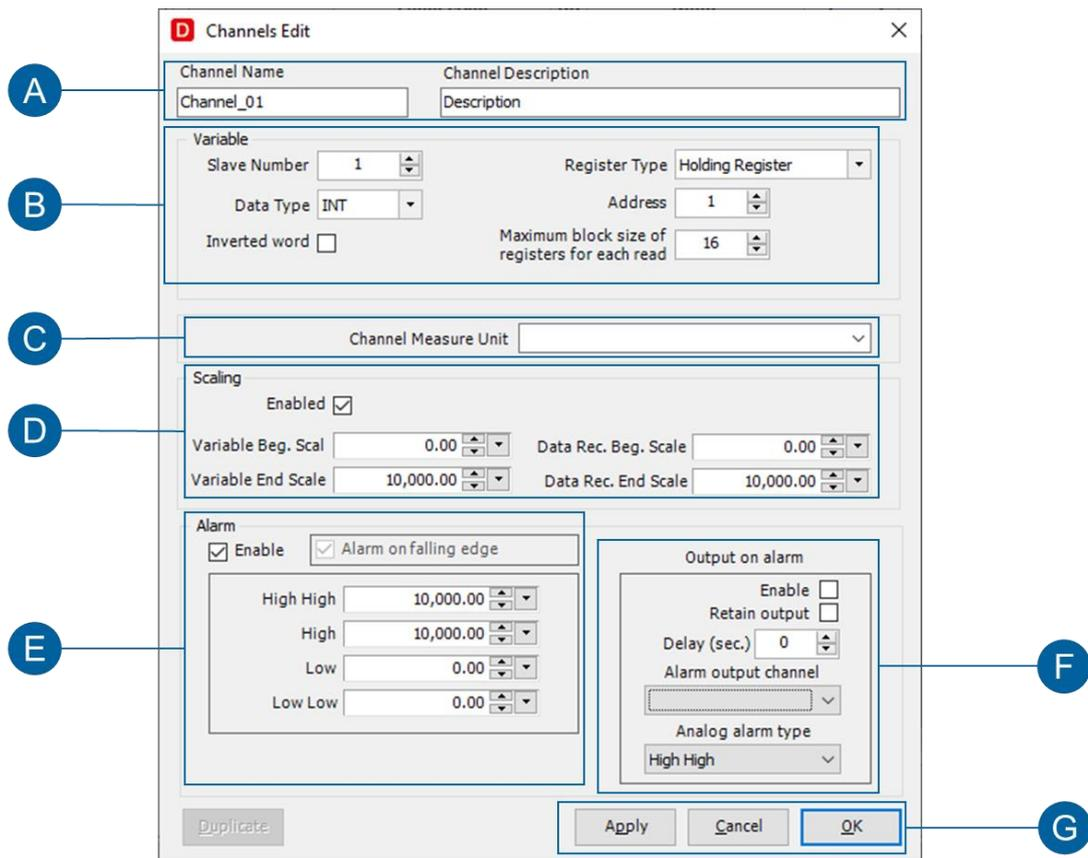

Figura 33. Pop-up "Modifica Canali"
Elenco dei canali associati al progetto. Per ogni canale da sinistra a destra si trova l'Indirizzo IP o porta COM" relative al progetto da cui è stato importato il canale, la spunta "Salva su database" (EN) abilitata di default il "Nome" assegnato alla variabile, che è il nome che viene poi utilizzato all'interno del software per quel canale, la spunta "Canale calcolato", non modificabile, che indica se il canale proviene da una lettura diretta o se è un canale creato da una combinazione di altri canali; l'unità di misura, l'Inizio Scala Data Rec., il Fondo Scala Data Rec." Se impostati, l'"M" e il "Q" calcolati durante l'eventuale calibrazione del canale alla pagina "Calibrazione (4.12 Pagina "Calibrazione" - pag.45) e l'eventuale "Descrizione" del canale. Le modifiche ai canali si possono fare solo con il sistema disconnesso (cliccando sul pulsante appropriato nei comandi globali (Figura 18 a pag.25), oppure utilizzando i pulsanti appropriati nel sottomenù "Online". Con un singolo click su "Salva su database" si disabilita il salvataggio su database dei valori di quel canale in caso di registrazione; singolo click su "Unità di misura" fa comparire una freccia che apre il menù a tendina da cui selezionare l'unità di misura da assegnare al canale; un singolo click su l'Inizio Scala Data Rec., il Fondo Scala Data Rec." e "Descrizione" permettono di scrivere questi campi. Un doppio click su qualsiasi punto della riga relativa ad un canale (ad eccezione della colonna "Salva su database") apre il pop-up "Modifica canali" (Figura 33 a pag.41) in cui è possibile modificare tutti i parametri relativi al canale selezionato.
Il pulsante "Aggiungi Canale Calcolato" apre il pop-up "Modifica Canale Calcolato" (Figura 33 a pag.41) e permette di creare un canale calcolato come combinazione di altri canali già importati.